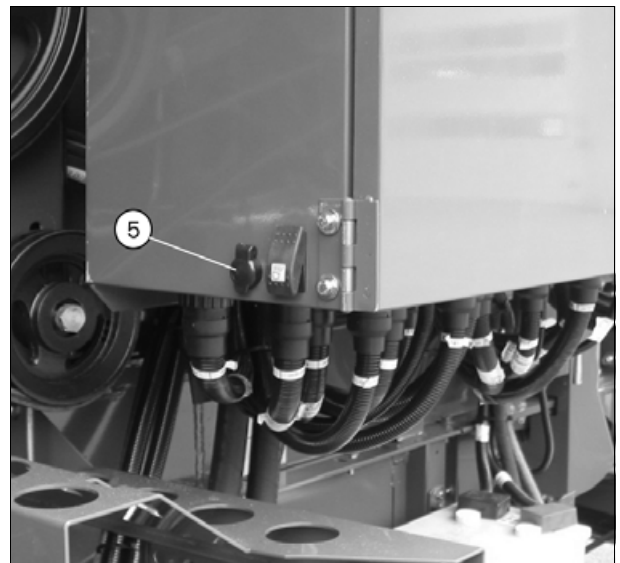

Рис. 7.
- В электрической коробке (5) (рис. 7).